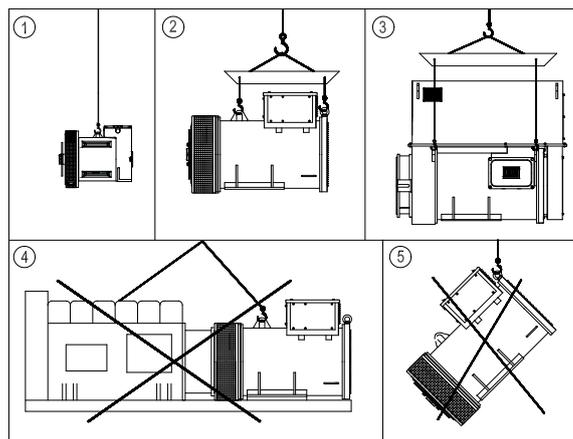

Figure 3.1 : Manutention de l'alternateur
- Les positions 1, 2 et 3 de la Figure 3.1, représente la manière correcte de manipuler les alternateurs et les positions 4 et 5 représentent des manières incorrectes.